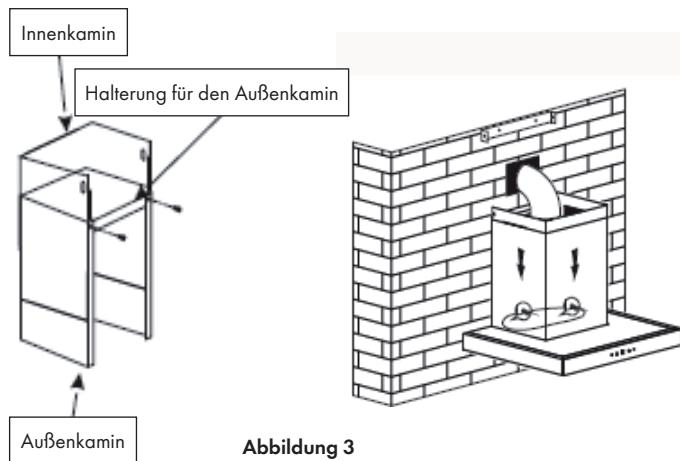

Abbildung 3
Montieren Sie anschließend den Kamin auf der Dunstabzugshaube und führen Sie das Abluftrohr zur Wandabluftöffnung. Befestigen Sie das Abluftrohr mit dem Kabelbinder an der Wandabluftöffnung (siehe Abbildung 3).
4. Stellen Sie die Höhe des Innenkamins auf die Position der Halterung für den inneren Kamin ein und befestigen Sie diesen mit 2 Schrauben (ST 4*8 mm). Haben Sie die Höhe und Position abschließend angepasst, fixieren Sie das Gehäuse mit einer Sicherheitsschraube (siehe Abbildung 3 und 4).